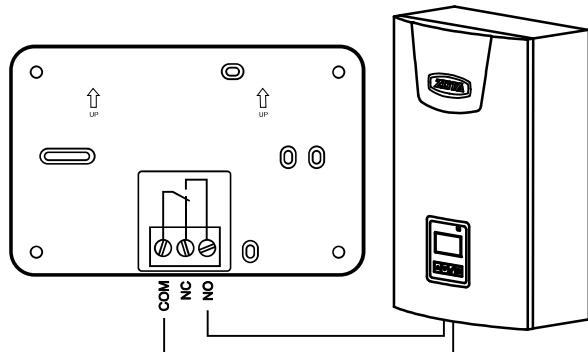

Рис.2 Схема подключения терморегулятора.
6.4. Ручной режим позволяет поддерживать температуру, ранее установленную с помощью кнопок **+** или **-**. Во время установки температуры загорается надпись **SET** на дисплее. При снижении температуры воздуха в помещении ниже установленной, размыкается контакт NC и замыкается контакт реле NO (см. Рис.2). При этом на дисплее загорается символ  нагрев включен.